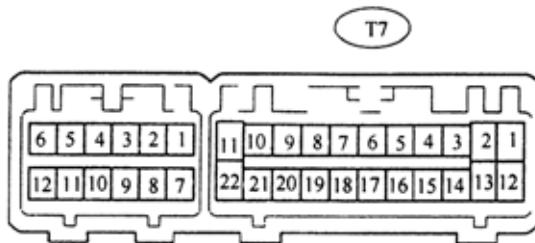

图 9-248
1) 断开 T7ECU 连接器, 检查线束一侧连接器每个端子的电压和导通情况, 如图 9-248 所示, 其标准应符合表 9-114 所示要求。如果结果不符合标准, 可能是线束一侧有故障。